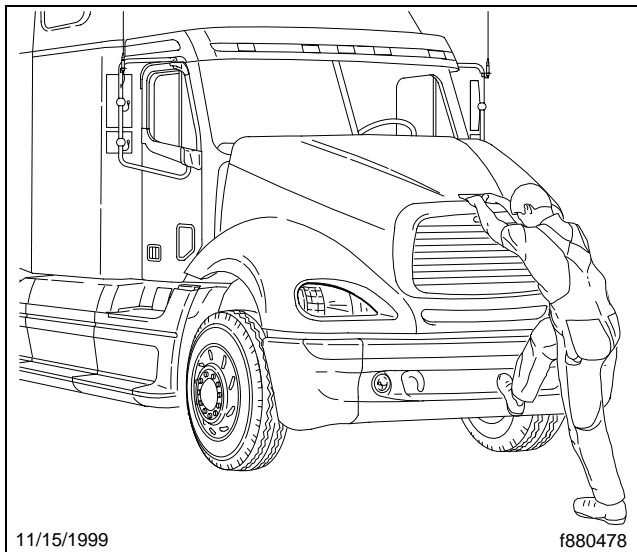

Fig. 3.7, Basculement du capot
3. À l'aide de la marche du pare-chocs et de la poignée montoir, faites basculer lentement le capot jusqu'à ce qu'il soit retenu par les courroies. Reportez-vous à la **figure 3.7**.